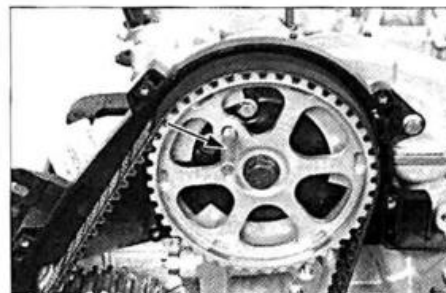

FIG. 8
- Calar la rueda dentada de eje de levas con un pasador de 8 mm de diámetro y 55 mm de largo o del útil PSA 0194-B (fig. 8).
• Calar con pasador la rueda dentada de eje de levas (fig. 8).